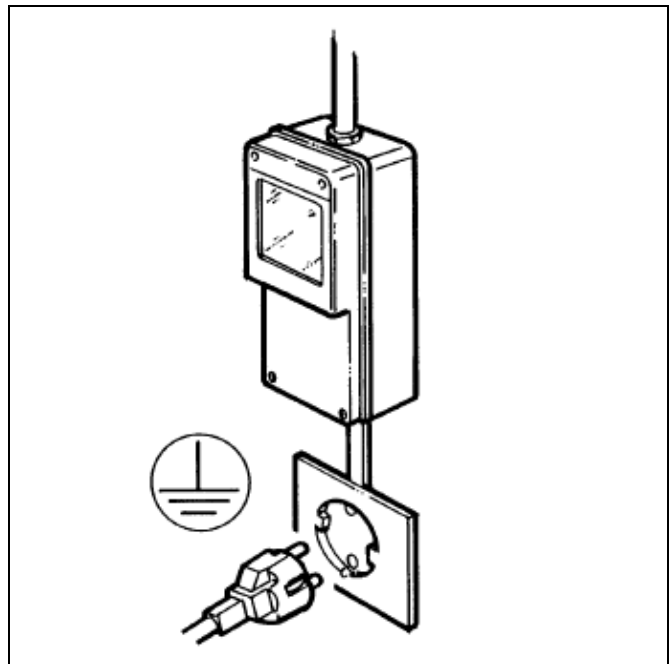

Fig. 1
b) Appoggiare l'apparecchio su una superficie orizzontale e solida facendo in modo che la carrozzeria dell'apparecchio sia ben areata (almeno 20 cm di spazio libero, fig.1), installare l'apparecchio in un ambiente asciutto ed evitare di installarlo vicino a fonti di calore. **La temperatura ambiente di utilizzo macchina deve essere compresa tra i 24°C e i 30°C.**
- Accertarsi che il collegamento sia effettuato ad un impianto dotato di un efficace messa a terra come previsto dalle vigenti normative di sicurezza (fig.1). Il costruttore non può essere quindi considerato responsabile per eventuali danni causati dalla mancata messa a terra dell' impianto.